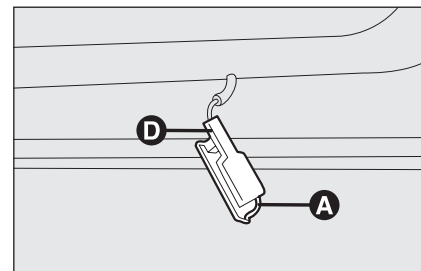

fig. 35
- enlever le plafonnier en poussant sur le ressort **A**-fig. 35 en utilisant un tournevis;
- remonter le plafonnier en l'engageant d'abord d'un côté **D-fig. 35** et ensuite en poussant sur l'autre côté jusqu'à perception du déclic de blocage du ressort.